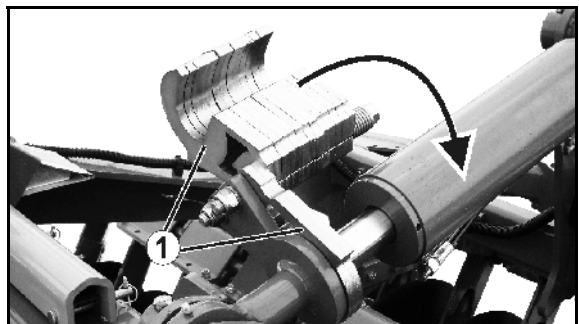

Рис. 71
8. Установите рабочую глубину посредством поворота распорных элементов (Рис. 71